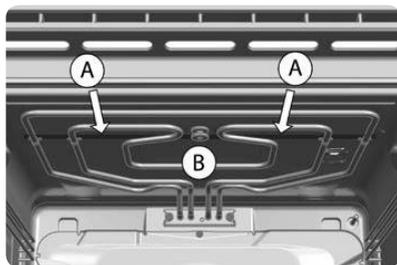

图 22
2. 用双手向烤箱背部的方向平推烧烤加热元件(A)，从顶部固定螺丝(B)中取出。如图 22。